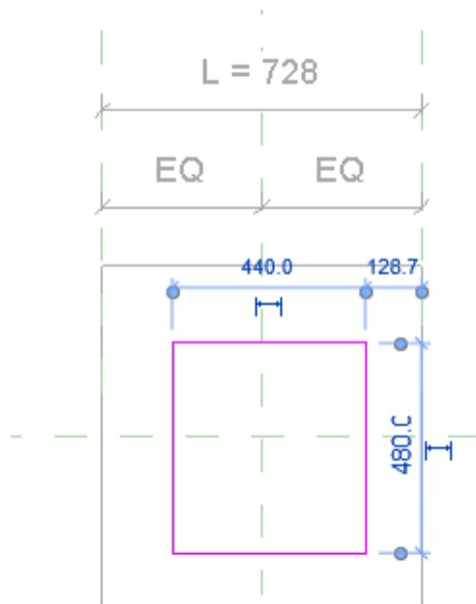

图7-161
- 单击“创建”选项卡>“形状”>“拉伸”绘制矩形线框，如图7-161所示。